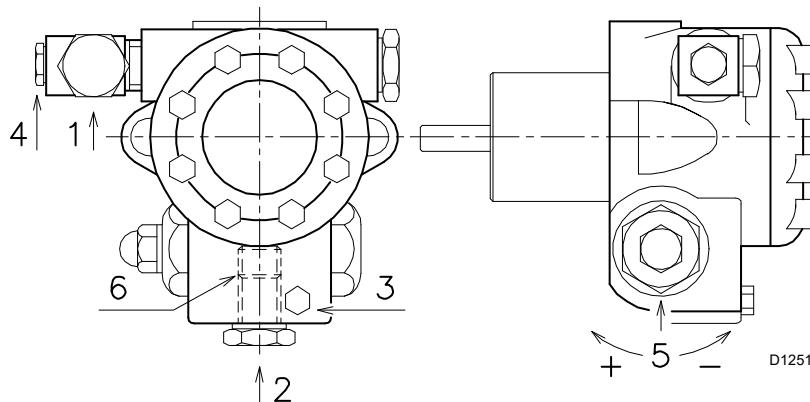

Fig. 19
- A fin de que la bomba pueda autocebarse, es indispensable aflojar el tornillo 3)(Fig. 19) de la bomba para purgar el aire que pueda haber en el tubo de aspiración.
Para variar la presión de la bomba, usar el tornillo 5)(pág. 17, Fig. 19)